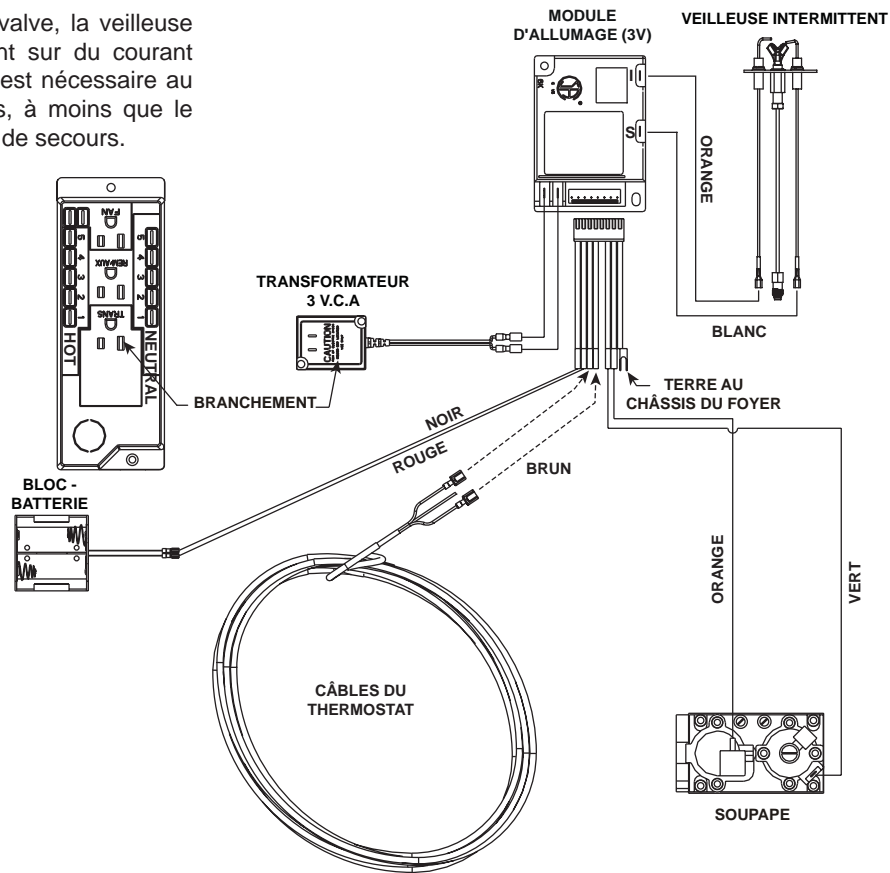

Figure 12.2 Diagramme de câblage de l'allumage à veilleuse Intellifire (IPI) avec un commutateur mural ou un thermostat
- Voir les Figures 12.2 et 12.3 Schéma du câblage du système d'allumage Intellifire (IPI).